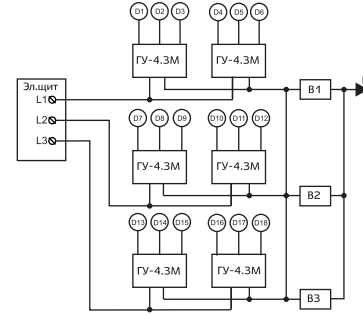

Рис. 4 – Схема подключения ГУ-4.3М к разным фазам питающей сети
2. Подключить образованные группы к разным фазам питающей сети (см. рис. 4).